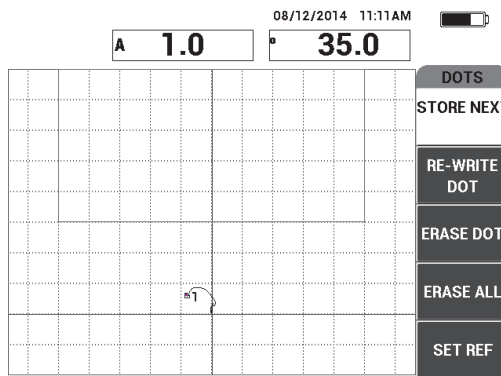

Figura 6-40 Primeiro ponto registrado
6. Pressione **STORE NEXT** (tecla A) para registrar o primeiro ponto (veja Figura 6-40 na página 158).